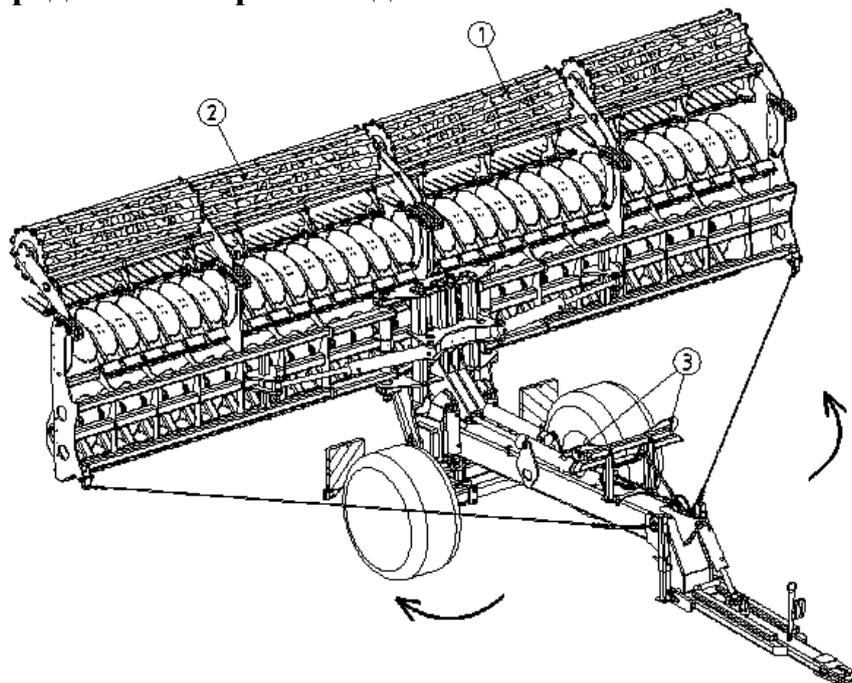

Рисунок 3. Схема раскладывания боковых секций агрегата.
- Открыть крюки (3) (рис. 3) при помощи гидравлики распределитель простого действия С.
- Разложить боковые секции (1 и 2) (рис. 3)